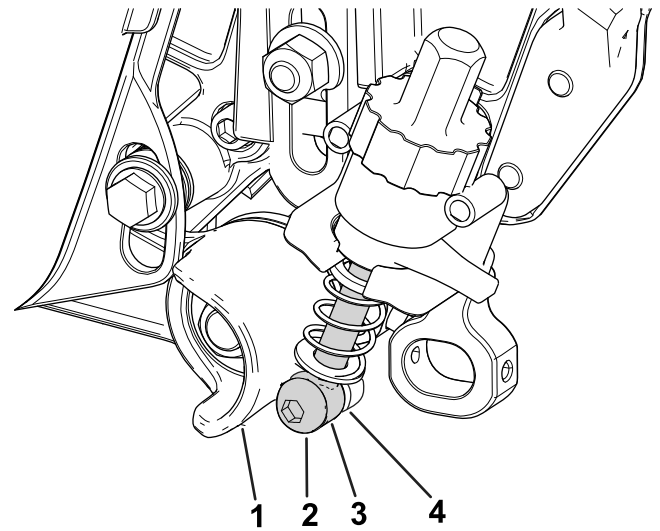

Figure 13
4. Placez la tige du bras de réglage près du collet de réglage sur la poulie de tension, et fixez-la sur le collet à l'aide d'un boulon à épaulement et d'une rondelle en acier trempé (Figure 13) ; serrez le boulon à épaulement à un couple de 16 à 22 Nm